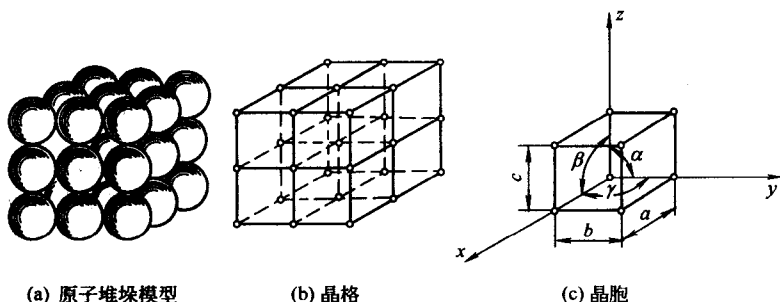

图 1-1 原子排列示意
(1) 晶格 为了便于研究和描述晶体内原子的排列规律，通常把原子当作刚性小球，并把不停地热振动的原子看成在其平衡位置上静止不动、且处在振动中心，如图 1-1(a) 所示。以假想的直线在几个方向上将原子振动中心连接起来，形成一个空间格子，称为晶格 [见图 1-1(b)]。
(2) 晶胞 由图 1-1(b) 可见，晶体中原子排列具有周期性，可以从晶体中选取一个能代表晶格特征的最小几何单元来研究晶体结构，那么，这个最小几何单元就称为晶胞 [见图 1-1(c)]。
(3) 晶格常数 在图 1-1(c) 中，晶胞的三个互相垂直的棱边长度 a 、 b 、 c 及三棱边夹角 α 、 β 和 γ ，通常可以表示晶胞的尺寸和形状。 a 、 b 、 c 的单位为 nm。这六个量称为晶格常数。在立方晶格中， $a=b=c$ ，且 $\alpha=\beta=\gamma=90^\circ$ 。